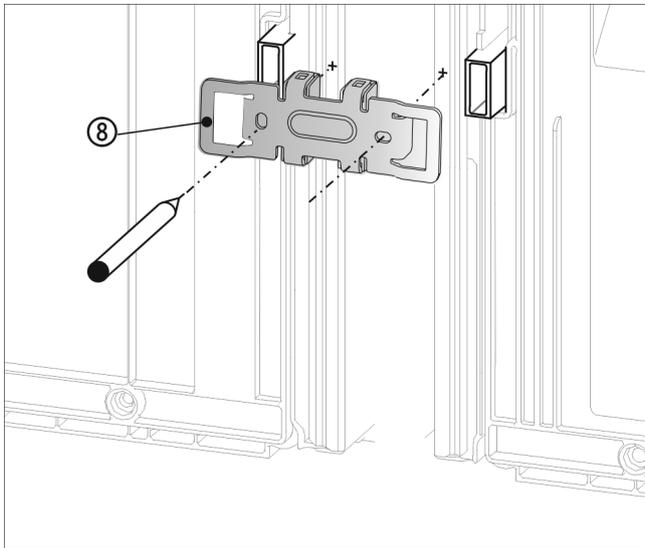

Fig. 21
- ▶ 使用凹槽将角 Fig. 21 (8) 推入壁距调整垫片的插槽上方。